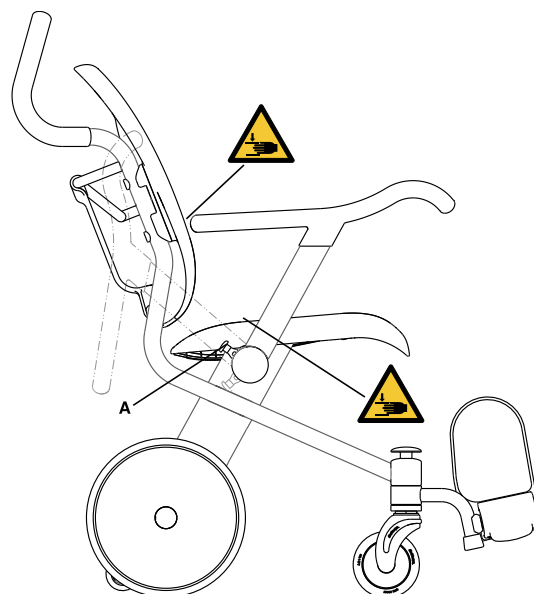

Figura 4-11: Puntos de pinzamiento cuando se suben y bajan los reposabrazos
**Para subir los reposabrazos abatibles (posición atrasada)**, tire hacia fuera del botón amarillo de liberación del reposabrazos (A) y levántelo hasta que el reposabrazos alcance el tope (Figura 4-11 de la página 4-21).
**Para bajar los reposabrazos abatibles (posición avanzada)**, asegúrese de que ninguna parte del cuerpo del ocupante esté en el recorrido. Baje el reposabrazos abatible hacia la posición avanzada hasta que quede bloqueado de forma segura (Figura 4-11 de la página 4-21).